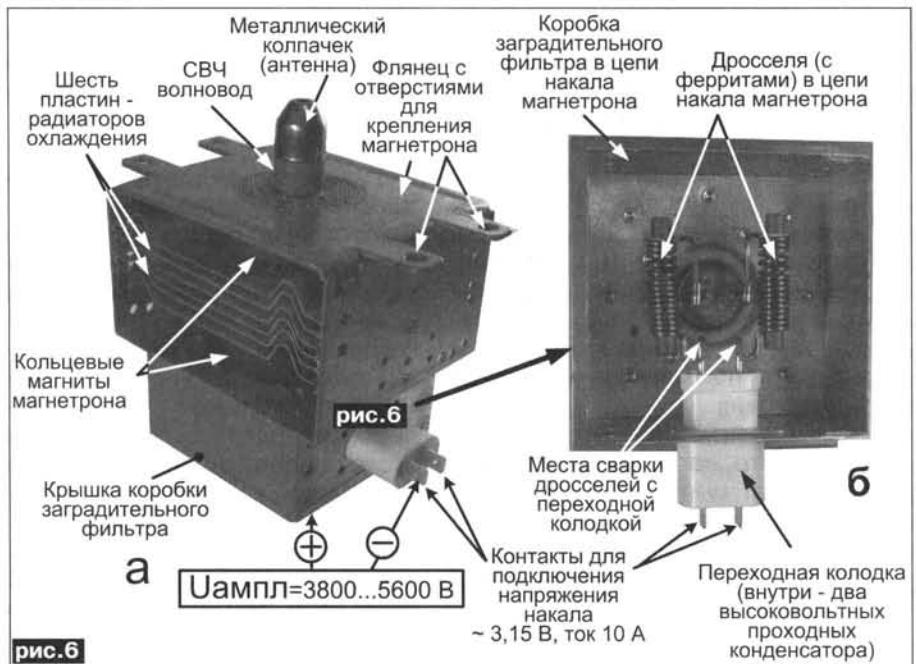
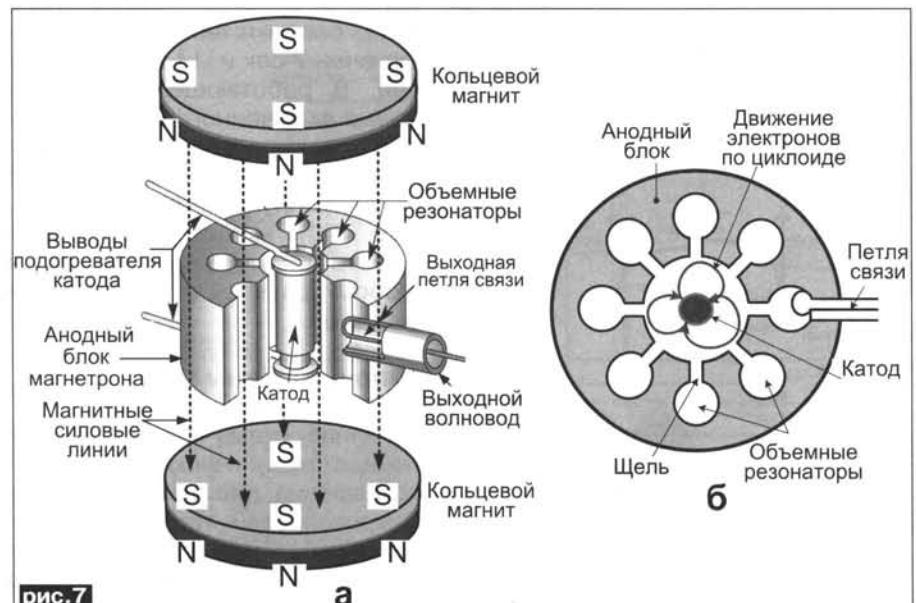
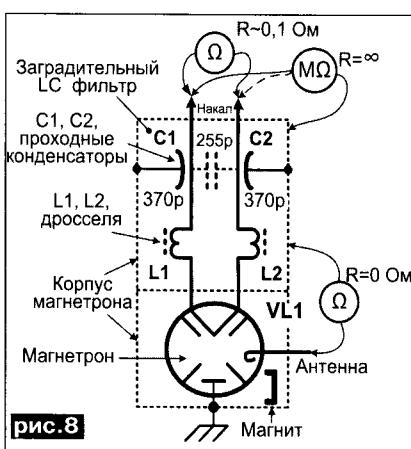

рис.6
рис.7
рис.8
Магнетрон – главный элемент (генератор) микроволновых печей. Он генерирует частоту 2450 МГц, мощностью 550...850 Вт без каких-либо дополнительных усилителей. Внешний вид типового магнетрона Samsung OM75P(31) и назначение его основных элементов показаны на **рис. 6**. Авнутренне устройство магнетрона показано на **рис. 7**.
Он представляет собой высоковольтный электровакумный диод. В его медном цилиндрическом аноде находятся 8-м объемных резонаторов (рис. 7 а, б), представляющих собой колебательную систему магнетрона. От их размеров зависит генерируемая частота. Для бытовых печей она составляет 2450 МГц. В центре анодного блока находится катод, подогреваемый нитью накала, ток в которой, составляет 8...10 А при напряжении 3,15 В. Между анодом и катодом прикладывается импульсное напряжение, которое в амплитуде достигает 5600 В (рис. 6а), оно создает импульсное электрическое поле направленное от анода до катода.
Снаружи анодного блока находятся 2 кольцевых магнита, создающие однородное постоянное магнитное поле, силовые линии которых, проходят вдоль катода (рис. 7а).
приложенным к аноду и катоду напряжением достигающим 5600 В и сила магнитного поля, созданная постоянными магнитами. От действия этих сил электроны двигаются по искривленным (циклоидальным) траекториям. Пролетая вдоль щелей, электроны возбуждают в резонаторах магнетрона ЭМ колебания (рис. 7б).
Генерируемое магнетроном СВЧ излучения выводится наружу при помощи петли связи, установленной в одном из резонаторов (рис. 7а, б).
Во время работы магнетрон выделяет большое количество тепла, и чтобы его анод не перегревался, вокруг него установлен радиатор в виде пластин (рис. 6а). Пластины охлаждаются (обдуваются) специальным вентилятором (рис. 4; 5).
На магнетроне, в специальной металлической коробке (рис. 6а), размещен заградительный LC фильтр (рис. 6б). Он находится в цепи питания накала магнетрона и не «пропускает» вредное СВЧ излучение за пределы магнетрона (**рис. 8**).